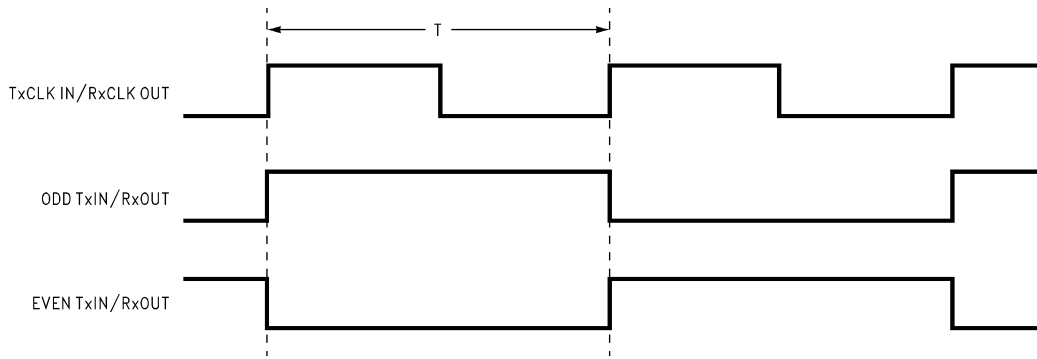

FIGURE 2. "Worst Case" Test Pattern
**Note 10:** Figure 2、4、7 でのデータ・ストロブは立ち下がりがエッジです (TCLK IN)。